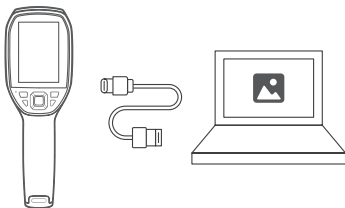

Figura 3.1.1
2. Conecte el TC005 a su computadora con el cable USB suministrado (ver Figura 3.1.1).